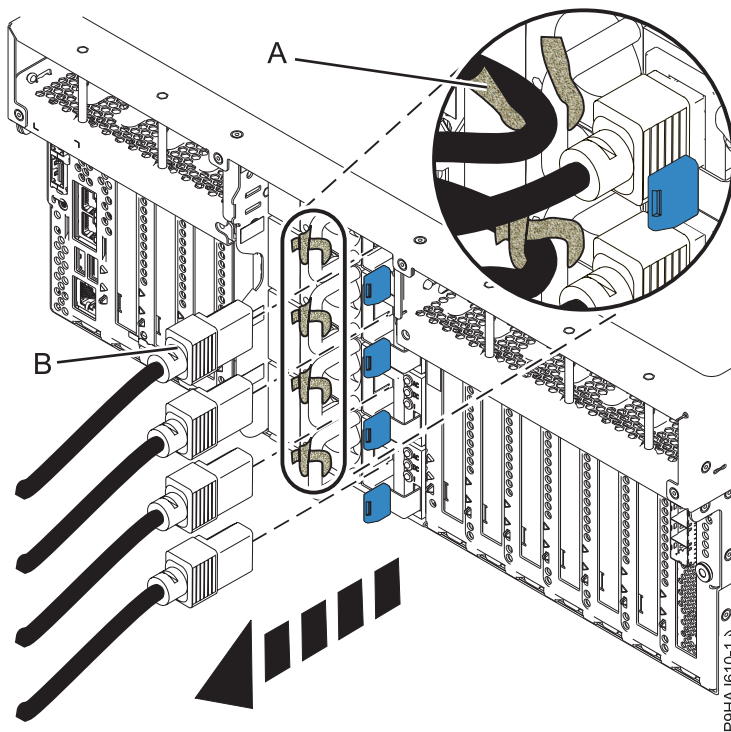

Figura 42. Extracción de los cables de alimentación de un servidor montado en bastidor
3. Etiquete y desconecte los cables de alimentación de la unidad del sistema. Consulte la Figura 42 en la página 58 o la Figura 43 en la página 59.